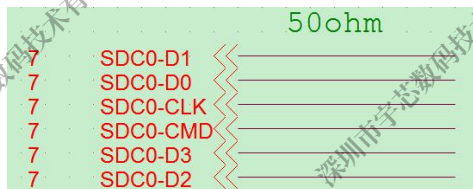

图 2-28 TF 卡信号线阻抗要求
- 需在原理图中标注清楚 TF 卡信号线的走线阻抗要求，以便 PCB layout 设计，如图 2-28 所示：